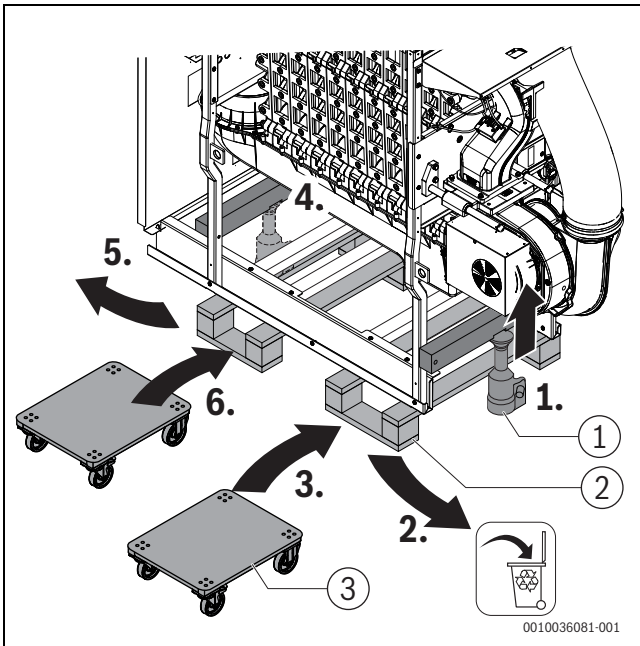

Рис. 14 Установка домкрата, установка площадки для перевозки мебели (примерное изображение)
- ▶ Установите автомобильный домкрат (макс. высота просвета 215 мм, мин. высота подъема 345 мм) под поперечную балку на раме котла (→Ррис. 14, этап 1 – 3) и поднимите котел настолько, чтобы можно было удалить часть поддона.
- ▶ Разместите домкрат под второй поперечной балкой (→Рис. 14, этап 4 – 6) и поднимите котел настолько, чтобы можно было извлечь вторую часть поддона.